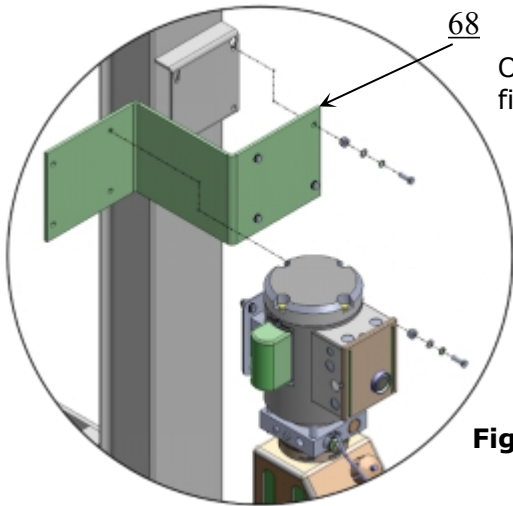

Fig. 36
2. Install optional motor fixing bracket (See Fig. 36, 37).